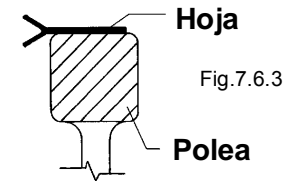

Fig.7.6.3
- Verificar la posición de la hoja en las dos poleas: la hoja debe apoyar sobre las dos poleas menos el trato afilado que debe sobresalir de la polea. (Ver fig. 7.6.3)